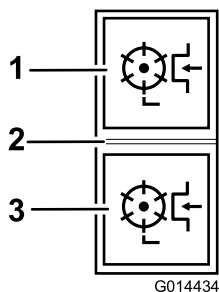

Figura 36
**Innesto della trasmissione dei porta-lame con rotazione in avanti:** Premete la parte superiore dell'interruttore principale dei porta-lame in posizione di rotazione in avanti (Figura 36).
**Innesto della trasmissione dei porta-lame con rotazione indietro:** Premete la parte inferiore dell'interruttore principale dei porta-lame in posizione di rotazione indietro (Figura 36).
**Disinnesto di tutte le trasmissioni dei porta-lame:** Spostate l'interruttore in posizione centrale (Figura 36).